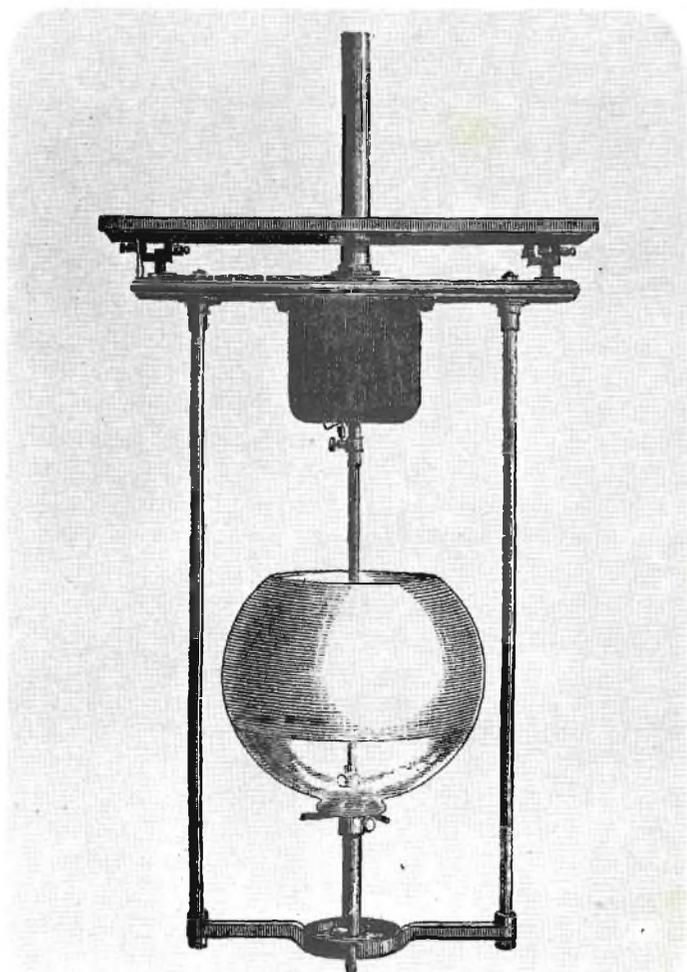

Fig. 4 - La prima luce elettrica prodotta da una «candela» ad arco costruita da C.F. Brush.
**Il secondo periodo «The era of giants», scritto da Jim Mc Dermot, raggruppa gli anni che vanno dal 1837 al 1879.** Mc Dermot passa a descrivere lo sviluppo dei motori e generatori elettrici, citando il 1832 come il principio della generazione della potenza elettrica, quando cioè l'inglese William Sturgeon costruì un motore elettromagnetico. Esperimenti con i motori elettrici vennero effettuati negli USA a cura di Thomas Davenport nel 1833. In Scozia Robert Davidson costruì nel 1838 una vettura tramviaria azionata da un motore elettrico. In Russia il prof. Moritz Hermann Jacobi, assistito dallo Czar Nicholas, costruì nel 1839 un battello mosso da un motore elettrico. Il 29 Aprile 1851 il Dott. Charles Grafton Page inaugurò una vettura capace di viaggiare alla velocità di 30 Km/h tra Washington e Bladebsburg impiegando un motore elettrico alimentato da una serie di batterie di zinco. In seguito Thomas Hall, il costruttore del treno elettrico di Page, fece in modo di utilizzare le rotaie e le ruote del treno per alimentare il motore, eliminando così la necessità di far trasportare le batterie a bordo del treno. In quel periodo, comunque, l'inglese James Prescott Joule aveva fatto notare che un grano di zinco poteva produrre solamente 1/8 dell'energia meccanica prodotta da un grano di carbone, ad un costo 20 volte superiore a quest'ultimo. Queste considerazioni furono sufficienti a scoraggiare ulteriori finanziamenti in questo campo. Fu Faraday a generare per primo elettricità per via meccanica, il che va comunque considerato dall'inventore come un fatto da laboratorio e pertanto non esplorato. Nel 1832 il francese Hippolyte Pixii, dopo aver studiato gli esperimenti di Faraday, costruì il primo generatore a corrente alternata chiamato «macchina magnetoelettrica» Fig. 3. In seguito Pixii, con l'aiuto di Ampère, vi aggiunge un commutatore per rettificare la corrente alternata. Ulteriori ed importanti contributi furono apportati da Sir Charles Wheatstone nel 1845 e James Watt nel 1852. Nello stesso periodo le lampade ad arco cominciarono a farsi strada e nel 1846 furono impiegate per illuminare il palco della casa imperiale dell'opera di Parigi Fig. 4. Tra coloro che hanno contribuito allo sviluppo della luce artificiale Mc Dermot cita il prof. M. Nolle e F.H. Holmes che in seguito ripresero i lavori di Nolle sotto la direzione di Faraday.